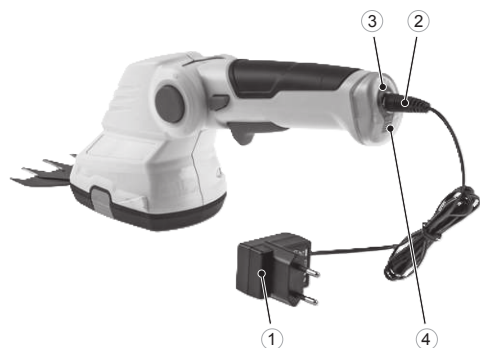

рис. 2
1. Возьмите зарядное устройство. Убедитесь, что указанное на зарядном устройстве значение напряжения сети соответствует напряжению в вашей бытовой сети. Вставьте зарядное устройство (1) в штепсельную розетку (рис. 2).
2. Подключите штекер зарядного устройства (2) к разъему аккумуляторных ножниц-кустореза (3) (рис. 2). Светодиод (4) загорится красным, это означает, что идет процесс зарядки. Примечание: кнопка запуска не работает в процессе зарядки.
3. Когда аккумулятор полностью зарядится, светодиод (4) потухнет. Максимальное время зарядки аккумулятора составляет около 5 часов (при его полной разрядке).